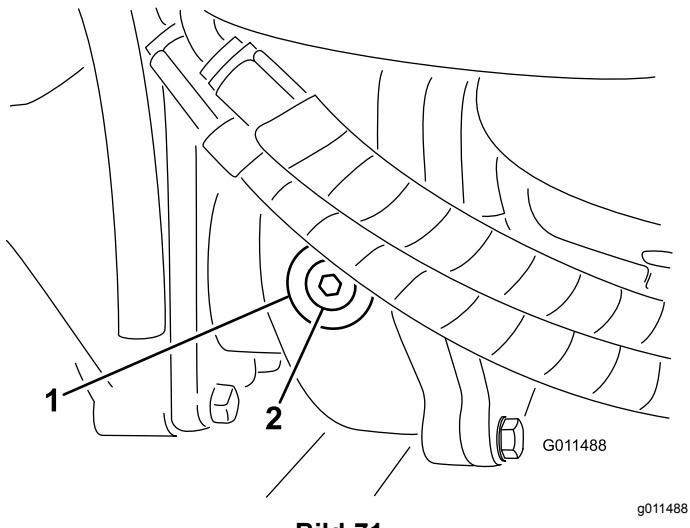

Bild 71
- Entfernen Sie die Prüf-/Füllschraube an der linken Getriebeseite (Bild 71) und stellen sicher,